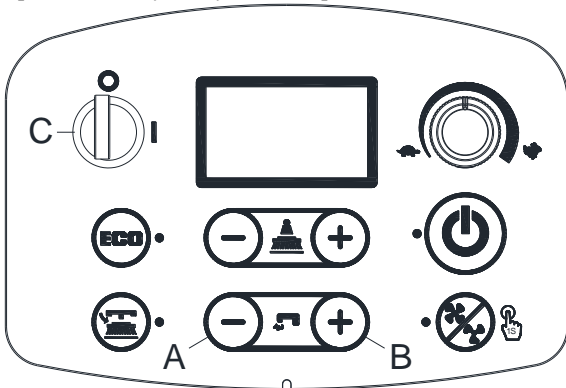

Рис. 5
1. Нажмите кнопки потока воды «+» (А, Рис. 5) и «-» (В, Рис. 5) одновременно.
2. Вставьте ключ зажигания (С, Рис. 5) и поверните его в положение «I».
4. Нажмите кнопки потока воды «-» (А, Рис. 5) и «+» (В, Рис. 5) для выбора режима батареи (Н, Рис. 6)
5. Через 3 секунды отобразится сообщение «Update OK» (Обновление выполнено), что означает, что настройка установлена успешно. Включите машину для повторного запуска. (С, Рис. 5)